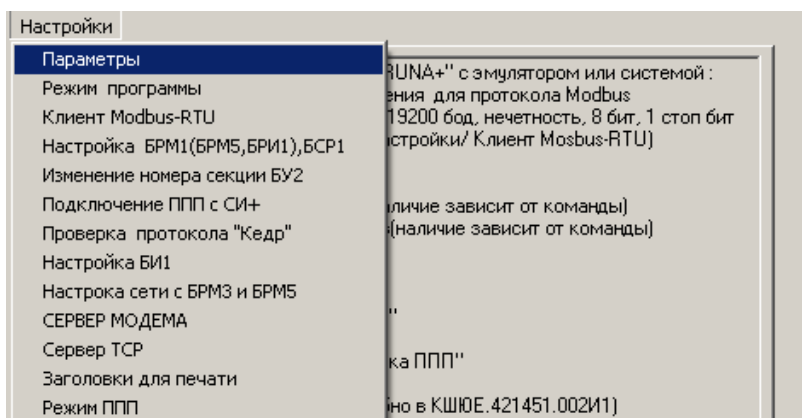
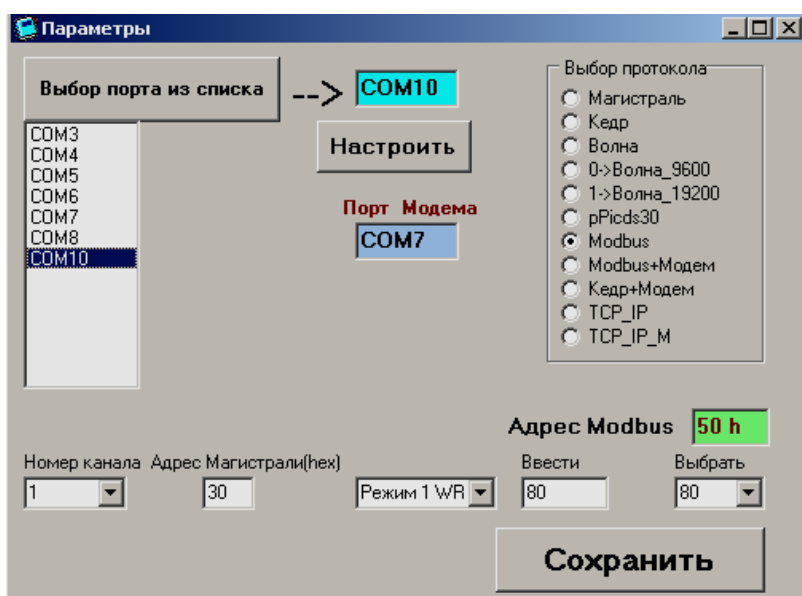

Рисунок 2.2
Рисунок 2.4
2.3 В меню настройки выбрать опцию «Параметры» (рисунок 2.2). В результате активируется форма «Параметры», представленная на рисунке 2.3. Используя ЛКн нажать на кнопку «Выбор порта из списка» и выбрать порт подключения (рисунок 2.4).